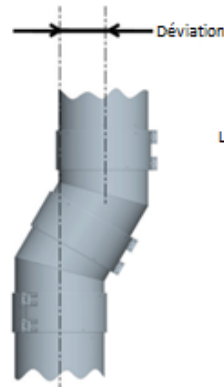

Figure 25: Déviation minimale pour chaque coude
2. Le réglage minimum de déviation est réalisé avec deux coudes directement connectés l'un à l'autre (voir la figure 25 et le tableau 7).